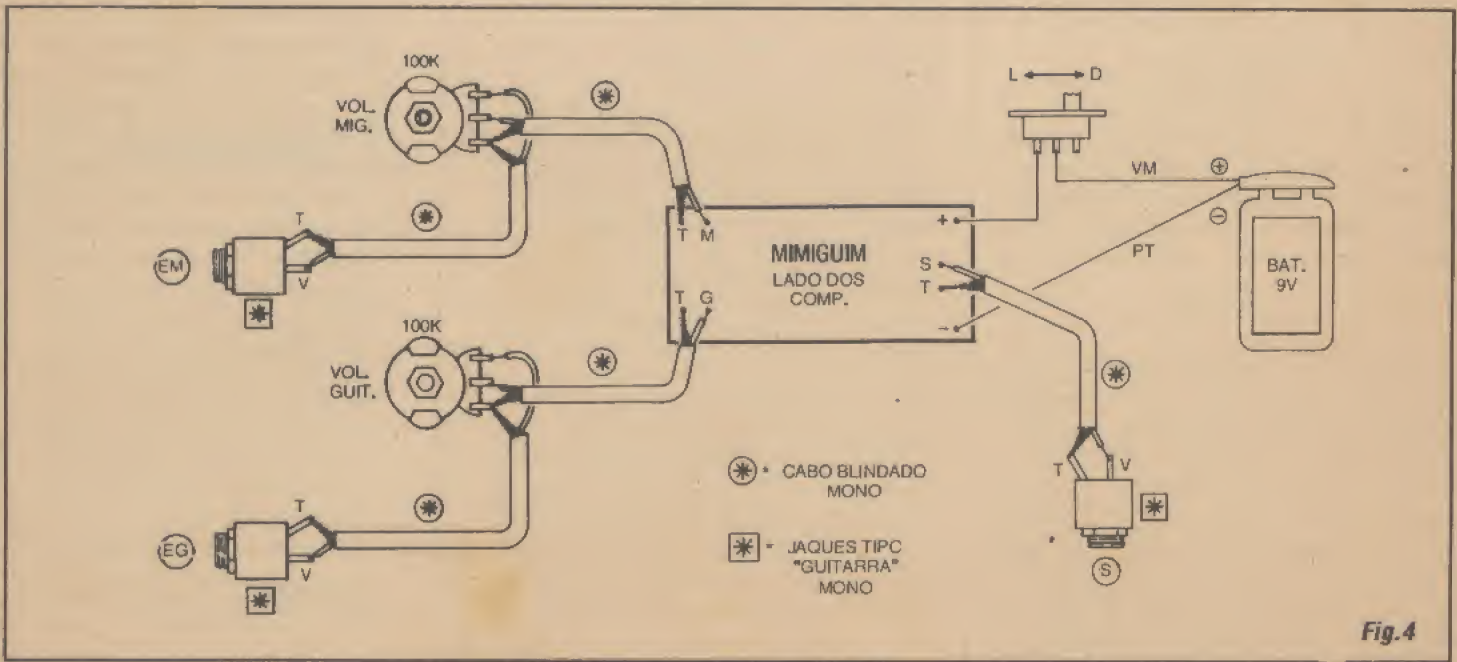

Fig.4
- FIG. 4 - CONEXÕES EXTERNAS À PLACA - No diagrama a placa continua vista pelo seu lado *não cobreado* (como na figura anterior...), só que agora a ênfase se concentra nas ligações dos componentes e peças que ficam, fisicamente, *fora* do impresso... Observar, cuidadosamente, os seguintes pontos: polaridade (convencio-
- FIG. 4 - CONEXÕES EXTERNAS À PLACA - Aqui *a coisa pega*...! Em circuitos de áudio, desse gênero, a cabagem e as conexões *externas à placa* são **tão (ou mais) importantes** do que as ligações dos componentes *sobre* o impresso! Qualquer pequena imperfeição, uma *inversãozinha* aqui ou ali, cabos *mais longos* do que o estritamente necessário, contatos soldados mal-feitos, podem gerar **sérios** problemas de desempenho, reduzindo drasticamente a qualidade do sinal apresentado na saída final do sistema! Assim, observar com **extrema atenção e cuidado** o diagrama, no qual a placa ainda é vista pela sua face *não cobreada*... Cuidado na **polaridade** da cabagem de alimentação (sempre com o fio **vermelho** no **positivo** e fio **preto** no **negativo**...) e com a perfeita identificação dos condutores **vivo** (interno, isolado...) e **terra** (malha...) de toda a cabagem blindada mono entre a placa, os potenciômetros e *jaques*... Notar que ambos os potenciômetros são vistos, na figura, *pela frente* (olhando-se a peça *pelo eixo*...). Manter toda a cabagem blindada **tão curta quanto possível** (considerando apenas as necessidades *mecânicas* da própria instalação do conjunto no *container*, conforme visto mais adiante...). Observar também a **identificação** dos *jaques* de entrada, com **EM** para o canal de micro-